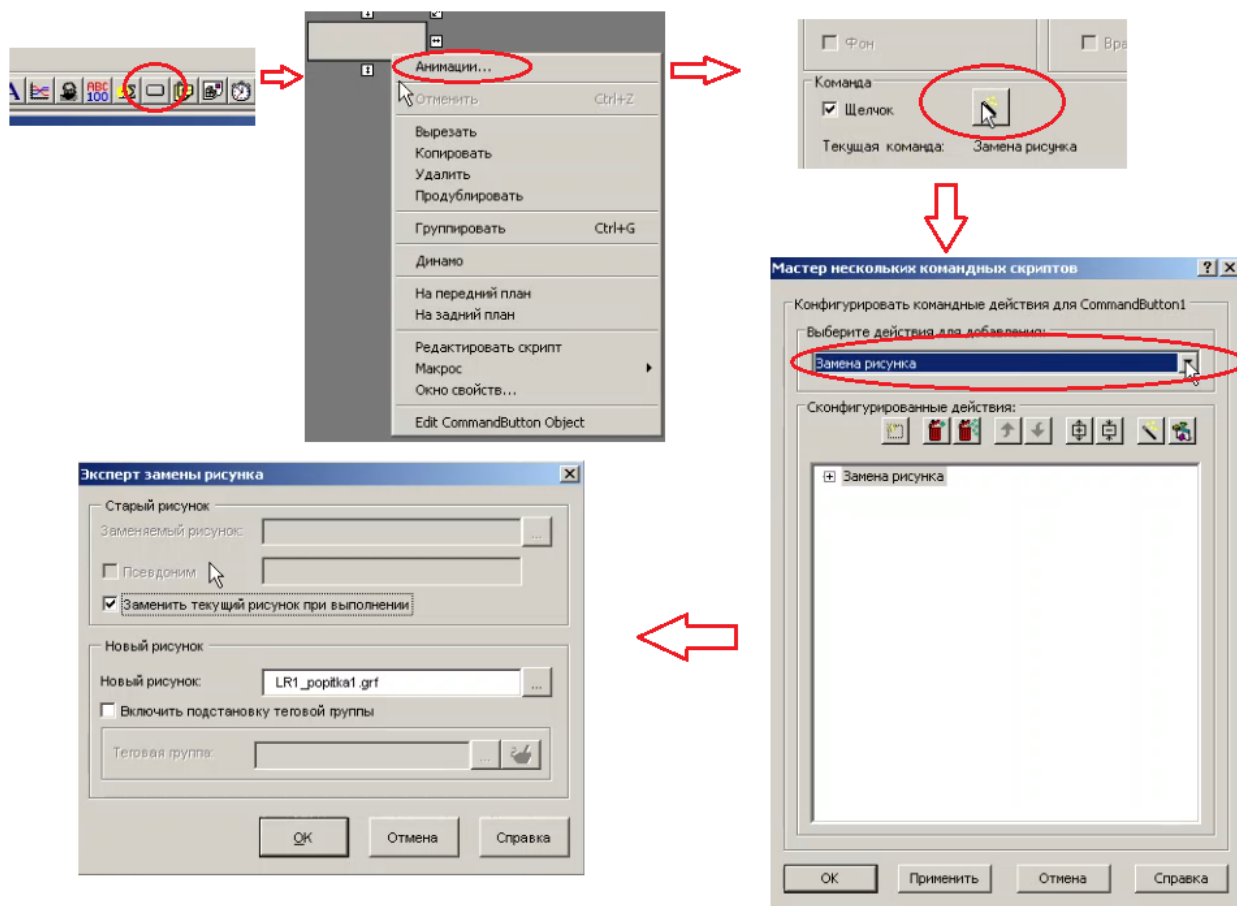

Рисунок 47 – Создание кнопки
- Создание кнопки (Рисунок 47):